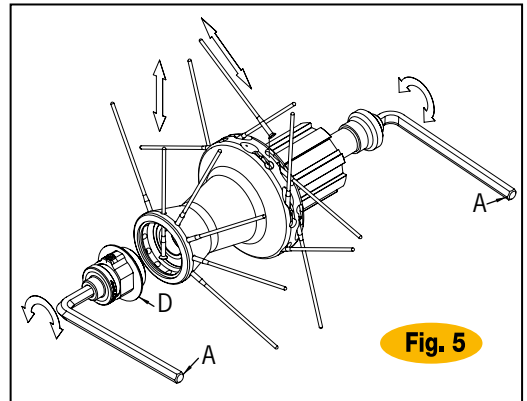

Fig. 5
- Infilate due chiavi a brugola da 5mm (A) dentro agli scontri alle estremità dei mozzi e ruotatele in senso orario (Fig.5).
- Una volta estratto la parte mobile, sfilate il raggio da sostituire e infilare il raggio nuovo (Fig.5).
- Una volta tolto il raggio danneggiato, inserite manualmente il raggio nuovo facendolo passare attraverso il foro evidenziato in Fig.5.